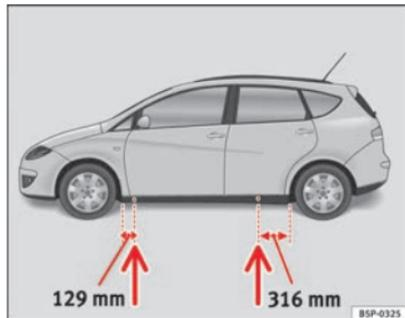

Abb. 181 Aufnahme-
- Suchen Sie den Aufnahmepunkt am Unterholm, der dem zu wechselnden Rad am nächsten liegt ⇒ Abb. 181.
Am Unterholm kennzeichnen jeweils vorn und hinten Eindrückungen die Stellen, an denen der Wagenheber angesetzt werden darf ⇒ Abb. 181. Es gibt für jedes Rad genau eine Stelle. An anderen Stellen darf der Wagenheber nicht angesetzt werden.